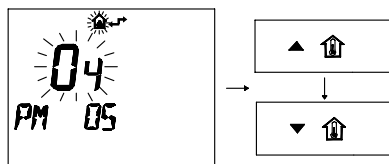

Figura 8.13
- Modificare il SET programmato agendo sui pulsanti   o   ed aspettare che il numero programmato cominci a lampeggiare (Figura 8.13)
- Modificare il SET programmato agendo sui pulsanti ▲ o ▼ ed aspettare che il numero programmato cominci a lampeggiare (Figura 8.13)